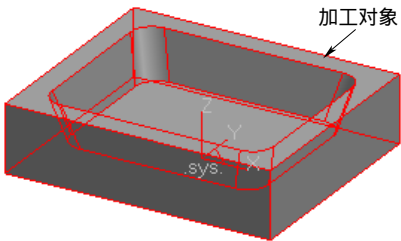

图 8-50 拾取的加工对象
9) 完成刀具参数设置后，单击“确定”按钮，系统在界面的左下方提示“拾取加工对象”，直接拾取所有实体，单击鼠标右键结束拾取。系统继续提示“拾取加工边界”，单击鼠标右键结束拾取，如图 8-50 所示。